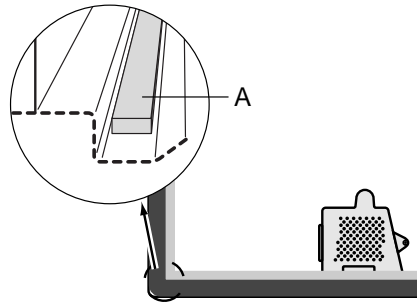

fig. 7 CKB 640
- Plak het meegeleverde afdichtband (A) onder de rand van de kookplaat (zie fig. 7 en 8).